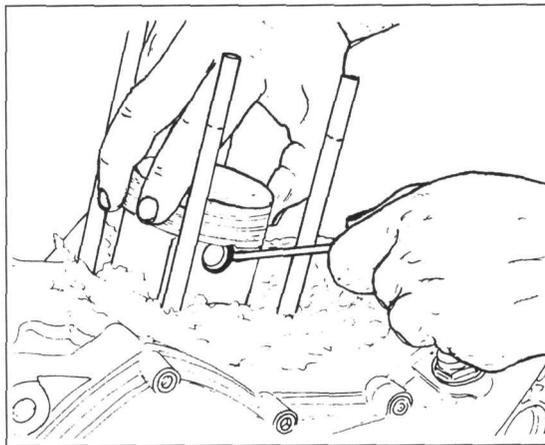

Bild 167
- 📏 Um Unrundheit und Konizität zu prüfen, Zylinderdurchmesser auf den in Bild 167 gezeigten Ebenen in Fahrtrichtung und im rechten Winkel dazu messen. Verschleissgrenze Unrundheit: 0,01 mm; Konizität: 0,015 mm.